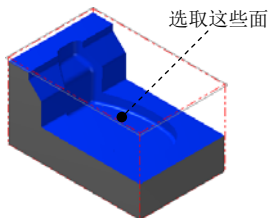

图 3.13 选取加工面
(1) 选取加工面。在图形区中选取图 3.13 所示的所有面（共 35 个面），然后按 Enter 键，系统弹出“刀具路径的曲面选取”对话框。